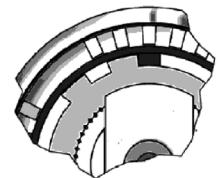

FIG.3
- Als u het regelbereik wenst te blokkeren op positie 3, plaats de ring (c) dan zoals weergegeven in FIG 3.
- Si vous souhaitez bloquer le réglage sur la valeur 3, remontez la rondelle (c) de la façon indiquée dans la FIG 3.
- Wenn Sie den Regelbereich auf Position 3 verriegeln wollen, montieren Sie dann den Ring (c) wie in FIG 3 dargestellt wird.